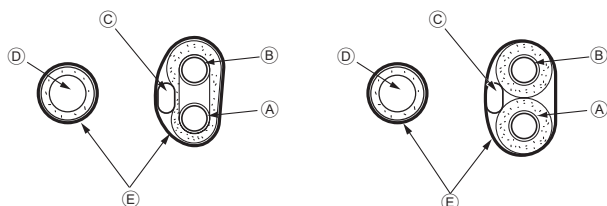

Fig. 3-7
3.3.1. Extraction et traitement du tuyau (Fig. 3-7)